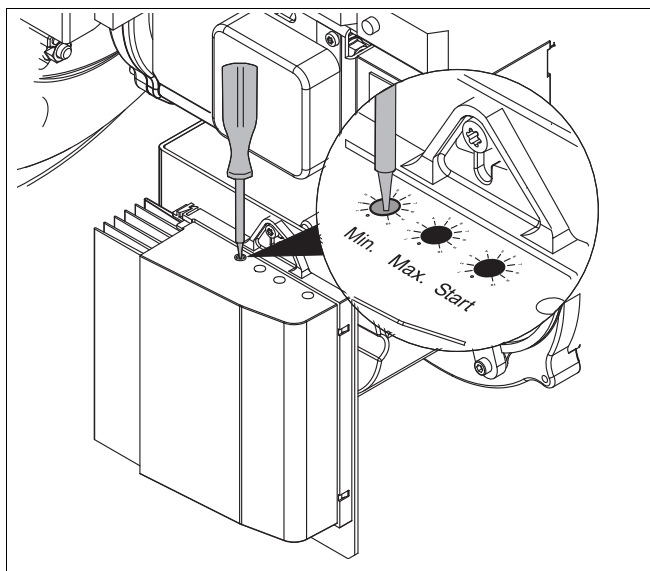

Рис. 16 Настройка потенциометра "Min."
- Поверните отверткой потенциометр "Min." (рис. 16), и установите нужное значение (см. таб. 5).